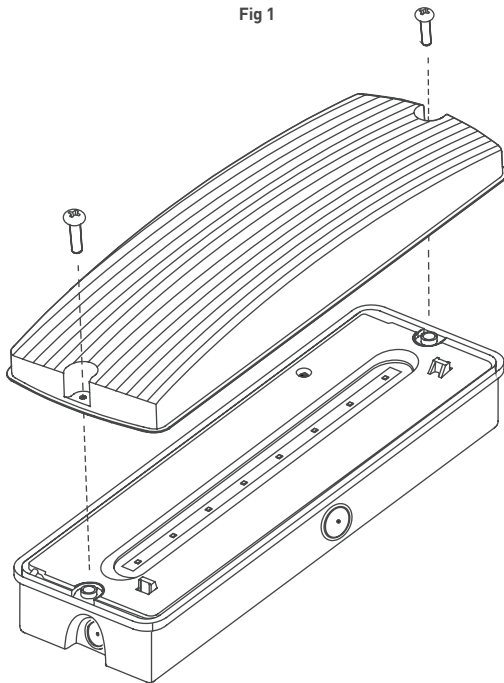

Fig 1
2. Unscrew two screws and pull the front cover to remove it (see Fig 1).
2. Dévissez deux vis et tirez le couvercle avant pour le retirer (voir Fig 1).
2. Drehen Sie die zwei Schrauben heraus und ziehen Sie an der vorderen Abdeckung, um diese zu entfernen (s. Abb. 1).